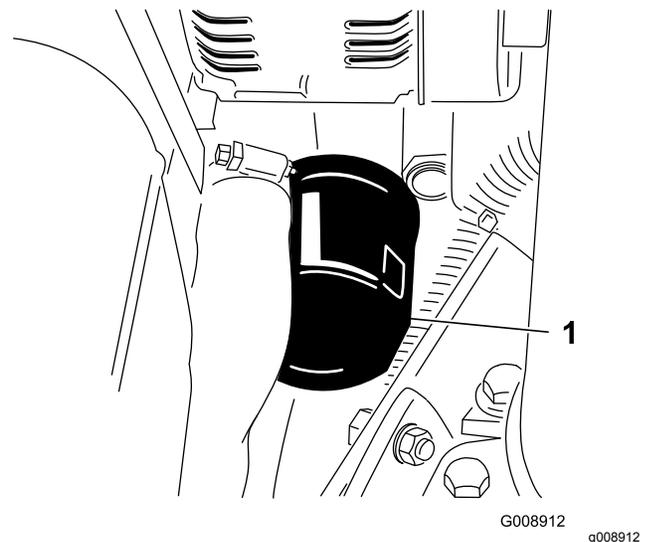

Figura 50
- Retire o filtro do óleo (Figura 50).